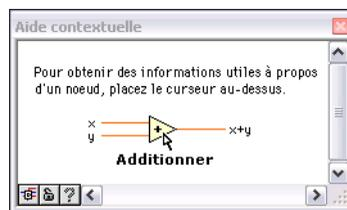

Figure 2-2. Fenêtre d'Aide contextuelle
1. Sélectionnez **Aide»Afficher l'aide contextuelle** dans la fenêtre de la face-avant ou du diagramme pour afficher la fenêtre d'**Aide contextuelle**, illustrée dans la figure 2-2. Vous pouvez aussi afficher la fenêtre d'**Aide contextuelle** en cliquant sur le bouton **Afficher la fenêtre d'aide contextuelle**, illustré à gauche, sur la barre d'outils de la face-avant ou du diagramme.